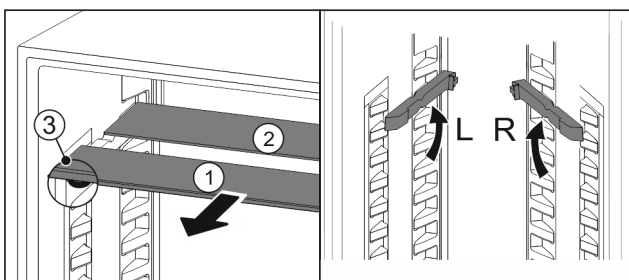

Fig. 21
- ▶ Glasplatten einzeln nach vorne herausziehen Fig. 21 (1).
- ▷ Glasplatte Fig. 21 (1) mit Zierleiste liegt vorne.
- ▷ Stopps Fig. 21 (3) zeigen nach unten.